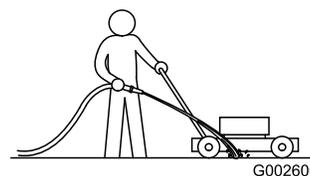

Figura 36
- Con el motor en marcha sobre una superficie plana pavimentada, dirija un chorro de agua hacia delante de la rueda trasera **derecha** (Figura 36).